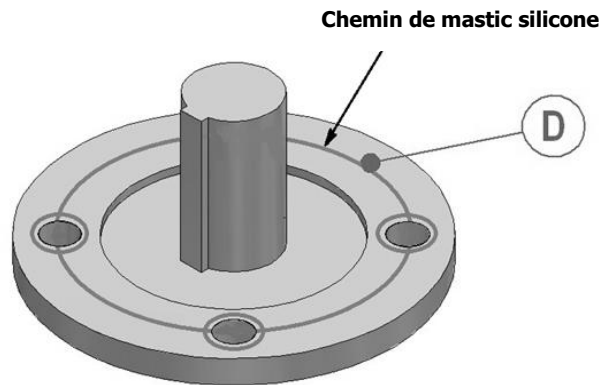

Figure 5 – Scellage de bride de montage de vanne
- 3) Nous recommandons de sceller les brides sur l'assemblage avec un mastic silicone. Appliquez un anneau de mastic silicone autour de la face de montage de la bride, l'anneau doit être au même rayon de l'arbre que les trous de boulons. Appliquez des petits anneaux de mastic silicone autour de chaque des trous de boulons afin de sceller complètement les faces. Le chemin marqué 'D' sur la Figure 5 montre où on peut appliquer le mastic silicone sur la bride de montage de la vanne.
Si on va utiliser un actionneur pour opérer le réducteur, les surfaces d'accouplement entre la bride d'entrée de réducteur et la sortie d'actionneur doivent être scellées avant l'assemblage, utilisant un anneau de mastic silicone appliqué au même rayon des trous de boulons. Un petit anneau de mastic silicone doit être appliqué autour de chaque trou de boulon afin de sceller complètement les surfaces. (voir la Figure 5). Les réglages de couple et de fin de course d'actionneur doivent être réglés suivant les recommandations du fabricant d'actionneur. Ensuite, il faut régler les butées d'arrêt ouvertes et fermées du réducteur. (Consultez la section suivante). Pour les mastics acceptables, voir le tableau 4 sur la page 17.